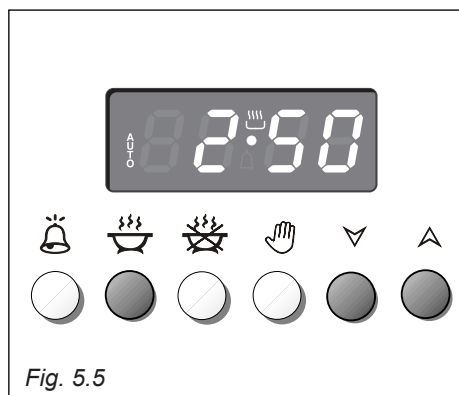

Fig. 5.5
1. Tillagningstiden inställs genom att trycka på  och  för att öka tiden eller  för att minska tiden (Fig. 5.5).